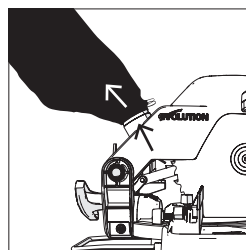

Fig. 31
- Schuif de stofzak over de stof extractie poort, er voor zorgend dat de veerclips de poort goed vasthouden, zodat de stofzak goed op zijn plek blijft zitten. **(Fig. 31)**